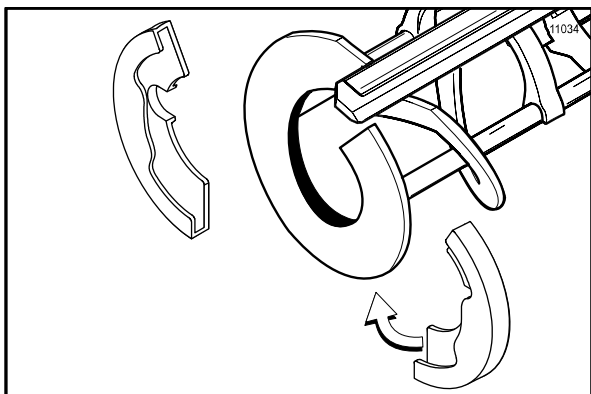

Рисунок 132
5. Установите колодки битера. (См. рис. 132)